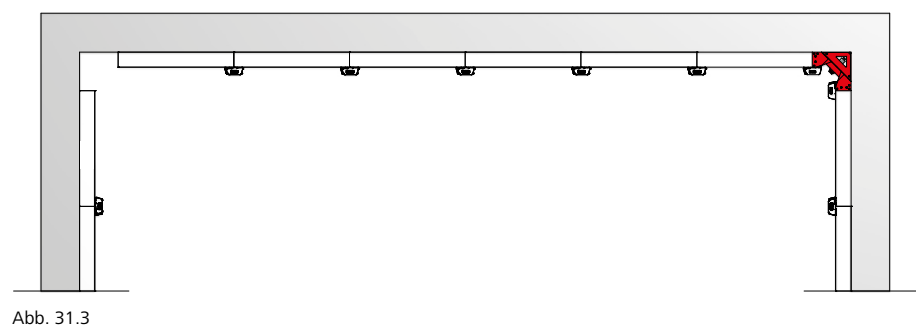

Abb. 31.3
3. ASE nach oben wegziehen und Elemente ausschalen (Abb. 31.3).